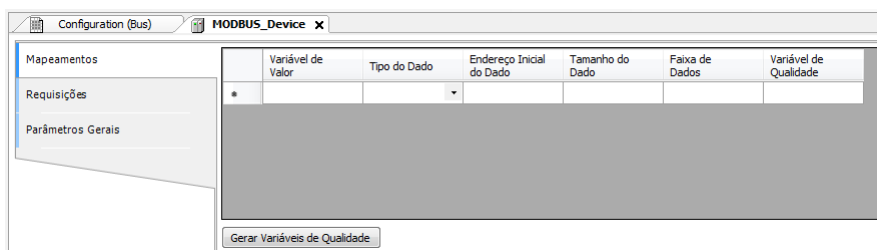

Figura 72: Tela de Mapeamentos de Dados MODBUS
- Adicionar e configurar os mapeamentos MODBUS na aba Mapeamentos conforme Figura 72, especificando o nome da variável, tipo de dados e endereço inicial do dado, o tamanho do dado e a faixa são preenchidos automaticamente.